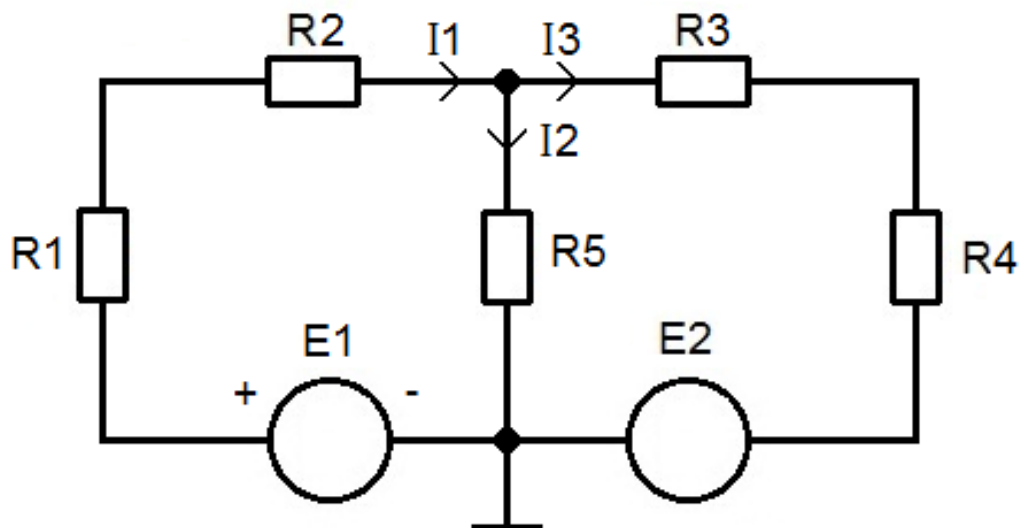

Рис. 3. Схема 3
- указываем направление токов в схеме на рис. 3;
Собрать схему (рисунок 3).